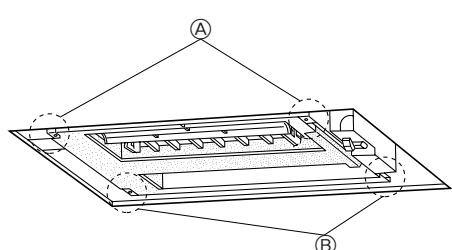

Fig. 5-2
5.2. Контрольные проверки перед установкой на место (Fig. 5-2, 3)